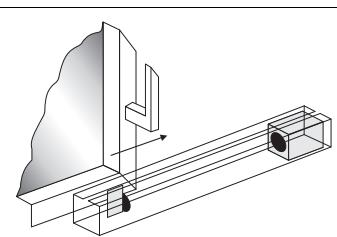

Fig. 4: esempio di protezione contro bypassare un interruttore di sicurezza secondo EN 1088
- esso risulti difficilmente raggiungibile per gli operatori della macchina in caso di apertura del dispositivo di protezione (Fig. 4).